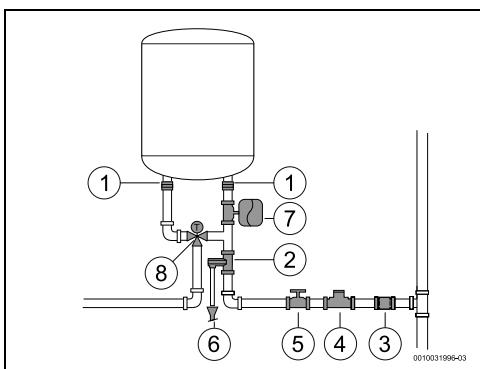

Fig. 11
- ▶ Instalar um regulador termostático (Fig. 11, [8]) no tubo de saída do aparelho se forem utilizados tubos PEX. Deverá ser ajustado de acordo com o desempenho do material utilizado.
- ▶ instalar uma válvula redutora (Fig. 11, [4]). A válvula de segurança vai atuar sempre que a pressão da água no aparelho for superior a 8 bar ( $\pm 1$  bar), pelo que é necessário prever uma forma de canalizar o escoamento dessa água.
- ▶ instalar um vaso de expansão (Fig. 11, [7]) para evitar que a abertura da válvula de segurança seja tão frequente. O volume do vaso de expansão deve ser o equivalente a 5% do volume do aparelho.